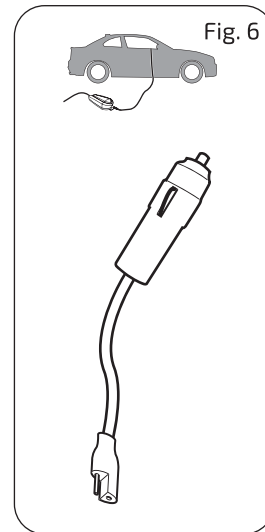

Fig. 6
6. Verwendung vom Stecker für den Zigarettenanzünder (Fig. 6):